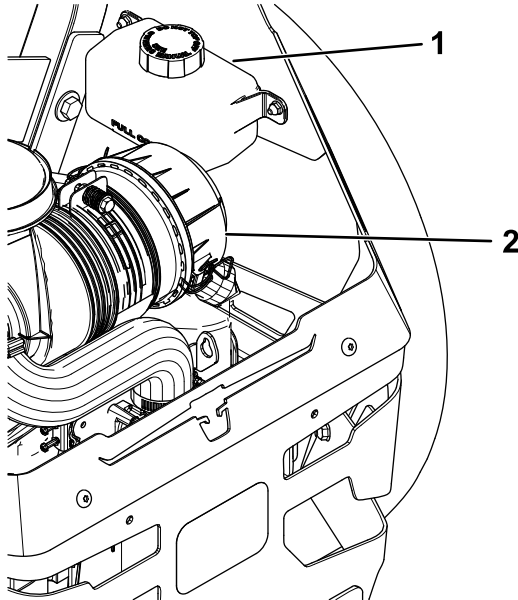

Figura 83
2. Vérifiez le niveau dans le vase d'expansion et faites l'appoint d'huile Toro® HYPR-OIL™ 500 au besoin pour faire monter le niveau jusqu'au repère maximum à froid (FULL COLD) (Figura 83).